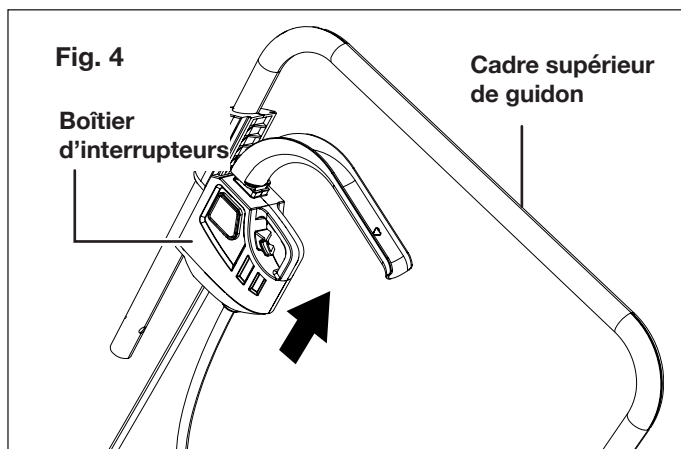

Fig. 4
3. Faites glisser le boîtier d'interrupteurs du côté gauche du cadre supérieur de guidon jusqu'à ce qu'il se mette en place en s'encliquetant (Fig. 4).